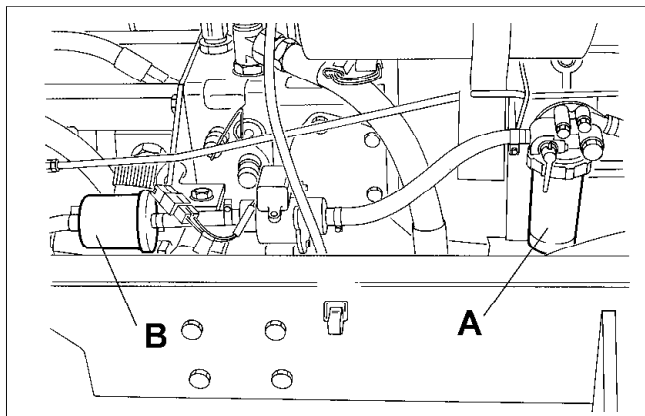

Fig.38
- Unscrew locking ring and remove filter element (A Fig.38) and discard.
- Release clamp bands either side of in-line filter (B Fig.38) and remove fuel pipes.
- Schroef de borgring los. Het filterelement (A afb.38) verwijderen en weggooien.
- Maak de klembandjes aan beide kanten van het leidingfilter los (B afb.38) en verwijder de brandstofleidingen.
- Dévisser l'anneau de serrage, retirer l'élément filtre et le jeter (Fig. 38 "A").
- Dévisser les bandes de serrage des deux côtés du filtre en ligne (Fig. 38 "B") et retirer tuyaux de carburant.